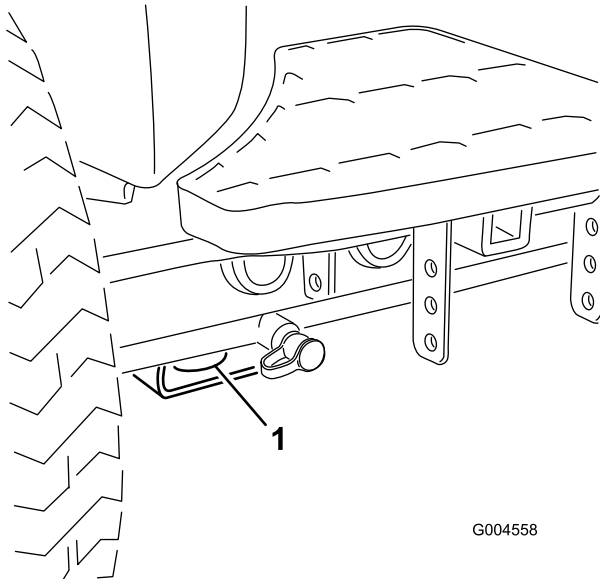

Figura 43
- Dianteira – o orifício na pastilha retangular, por baixo do tubo do eixo, dentro de cada pneu dianteiro (Figura 43).